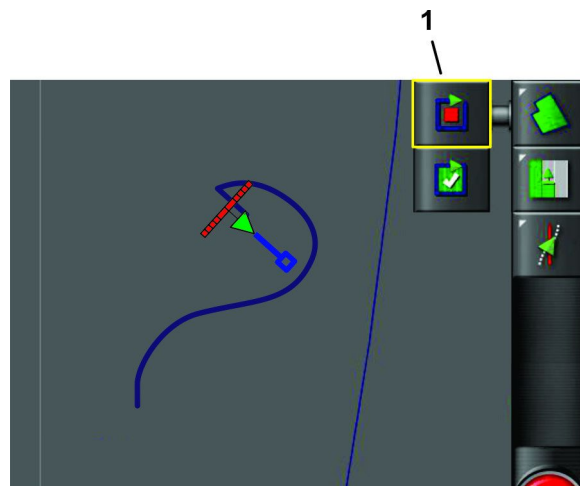

Рисунок 43
3. Установите машину в нужное положение (Рисунок 43).
4. Нажмите на значок ЗАПИСИ ГРАНИЦЫ ПОЛЯ для возобновления записи и продолжайте двигаться на машине, чтобы определить границу поля по периметру (Рисунок 43).